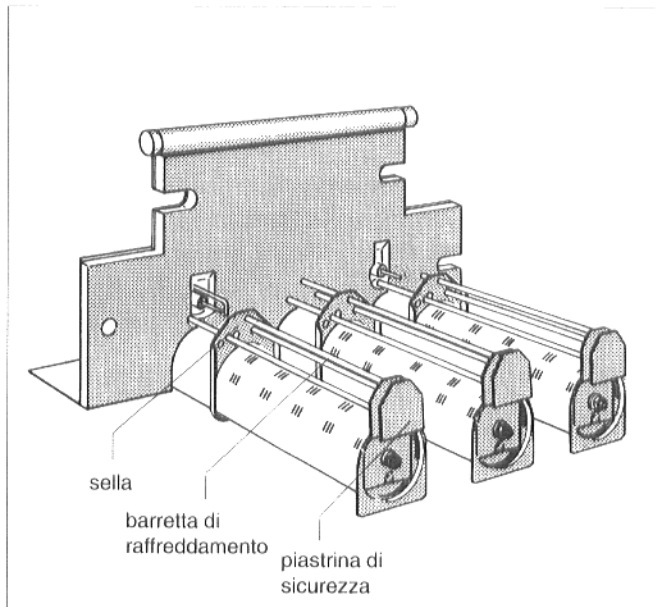

Fig. 25: Retro dello schermo bruciatore con barrette di raffreddamento
- ✦ Estrarre le piastrine di sicurezza dalle selle posteriori tirandole verso l'alto (Fig. 25).
- ✦ Sfilare le barrette di raffreddamento dalle selle. Le selle non vengono estratte (Fig. 25).